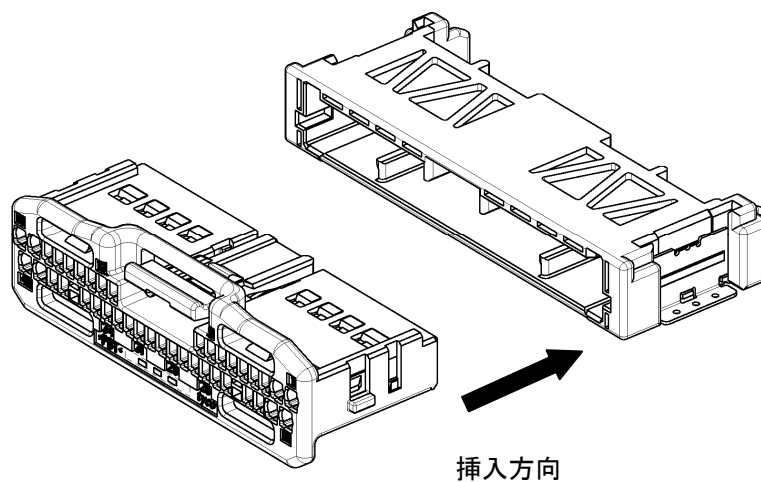

Fig.15
(3) 指定のメス・ハウジングをオス・コネクタに Fig.15 のような向きに真っ直ぐ挿入して下さい。